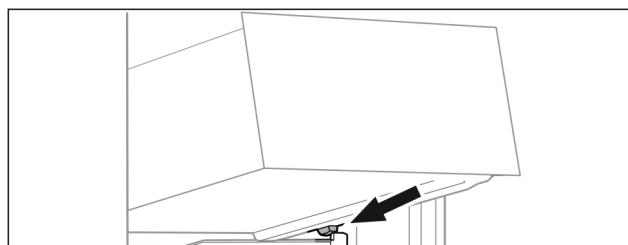

Fig. 65
- Nasadte zásuvku šikmo za zarážkami na rebro nádoby. (pozri Fig. 65)